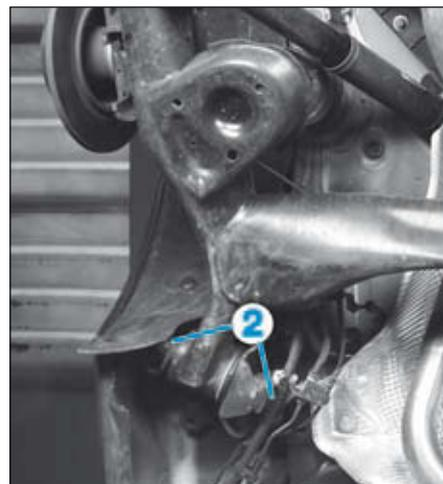

FIG.24
- les boulons de fixation (2) du train arrière sur la caisse (**Fig.24**),